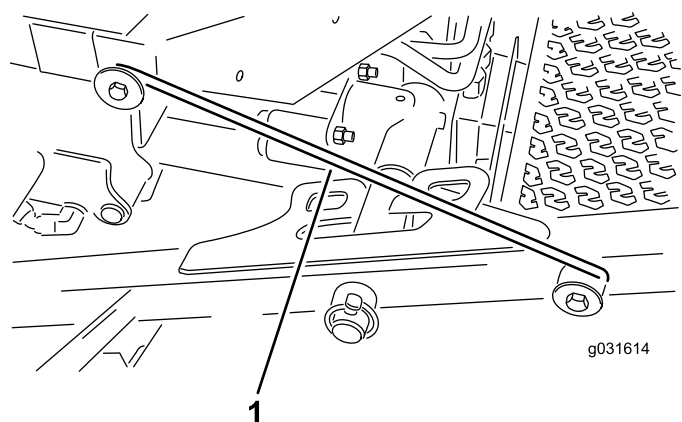

Figura 32
4. Eliberai tija de blocare din dispozitivul de fixare al cadrului de susținere frontal (Figura 32).
5. Ridicai exteriorul unităților de tăiere frontale și poziționezi blocajul peste tiftul cadrului montat pe partea din față a platformei operatorului (Figura 32).